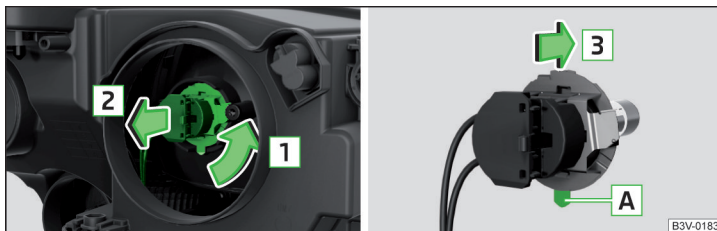

Abb. 253 Glühlampe für Ablendlicht und Fernlicht wechseln
- Den Stecker mit der Glühlampe in Pfeilrichtung **1** drehen » Abb. 253.